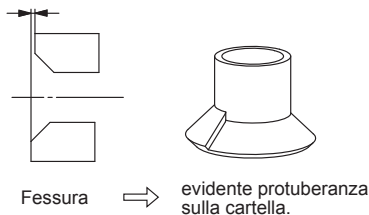

Fig. 18
- Se vi è ampio spazio nel fissaggio degli allineatori di conseguenza ci sarà anche ampio spazio sulla cartella, quindi rischio di fughe di gas. (Fig. 18)